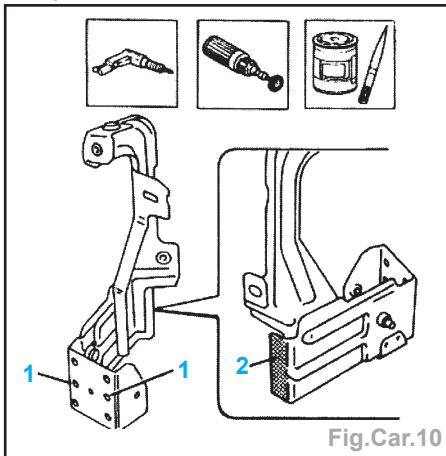

Fig.Car.10
- Percer des trous dans la pièce neuve (1) (Fig.Car.10).